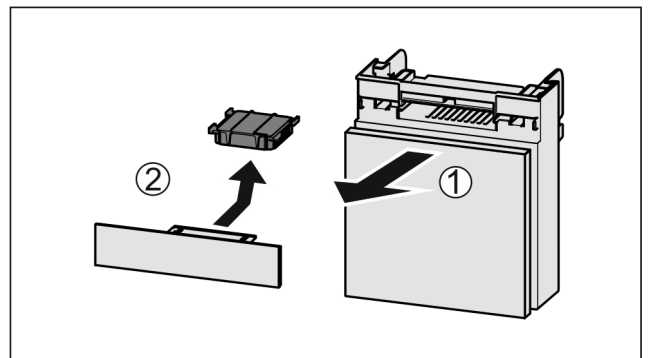

Fig. 220
- Estrarre il vano tirando in avanti Fig. 220 (1).
- Rimuovere il filtro a carboni attivi Fig. 220 (2).